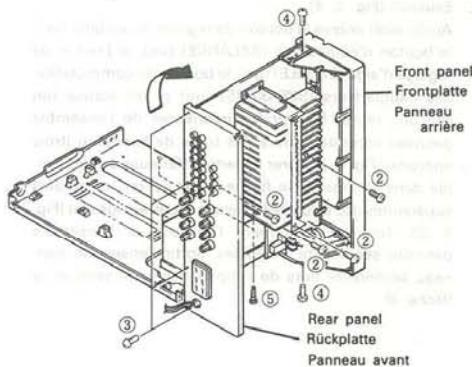

Fig. 3 Abb. 3
- When checking or replacing P.W.B. components, it is convenient to remove the upper cover, remove two screws ④, remove three screws ⑤, remove four screws ③, and remove seven screws ②, as indicated in Fig. 3.
- Beim Überprüfen oder Austauschen von Platinen ist es praktisch, die Oberabdeckung abzunehmen, die beiden Schrauben ④ zu entfernen, die drei Schrauben ⑤ zu entfernen, die vier Schrauben ③ zu entfernen danach die sieben Schrauben ② zu entfernen, wie in Abb. 3 dargestellt.
- Lors de la vérification ou du remplacement des composants de la carte à circuits imprimés, il est pratique d'enlever le couvercle supérieur, deux vis ④, trois vis ⑤, quatre vis ③ et sept vis ②, comme indiqué sur la Fig. 3.